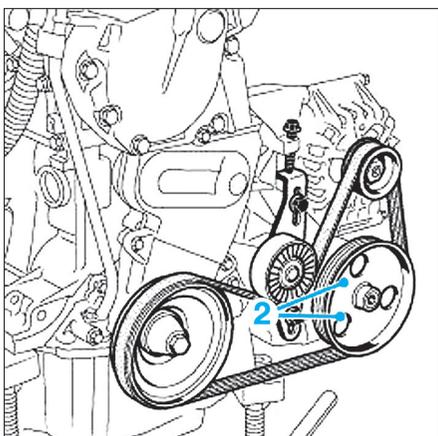

Fig. 11
- les 2 vis (2) de fixation avant sur le support multifonction (Fig.11),